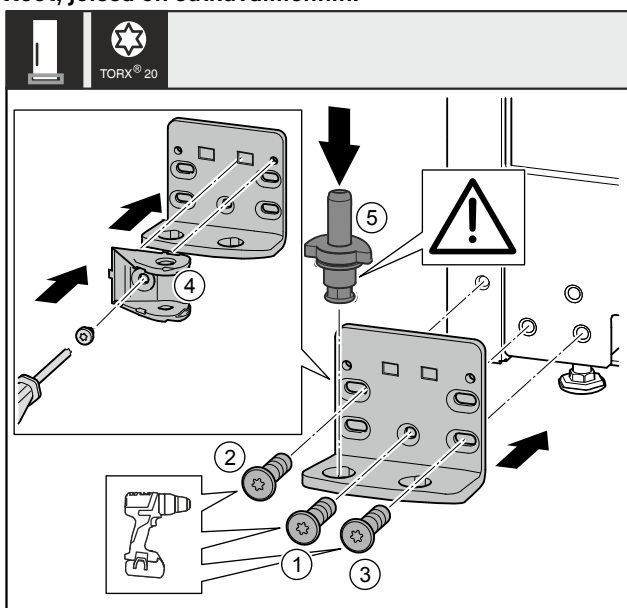

Fig. 36 *
- Aseta laakerijalusta toiselle puolelle ja kiinnitä ruuvimeisselillä. Aloita ruuvista Fig. 36 (1), joka on alhaalla keskellä.*
- Kierrä ruuvi Fig. 36 (2) ja ruuvi Fig. 36 (3) kiinni.*
- Käännä sulkuvaimennimen liitosta Fig. 36 (4) 180°. Kiinnitä laakerijalustan toiselle puolelle käyttäen ruuvimeisseliä.*
- Aseta laakeripultti Fig. 36 (5) kokonaan paikalleen. Varmista tällöin, että lukitusnokka osoittaa taaksepäin.*